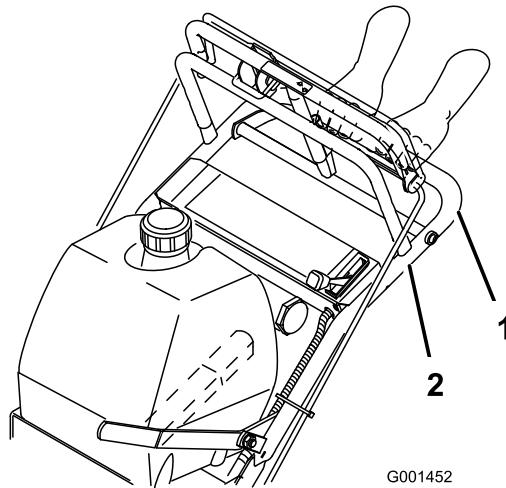

Figura 11
4. Al mismo tiempo, engrane la barra de control inferior y levante el manillar inferior (Figura 9 y Figura 11).